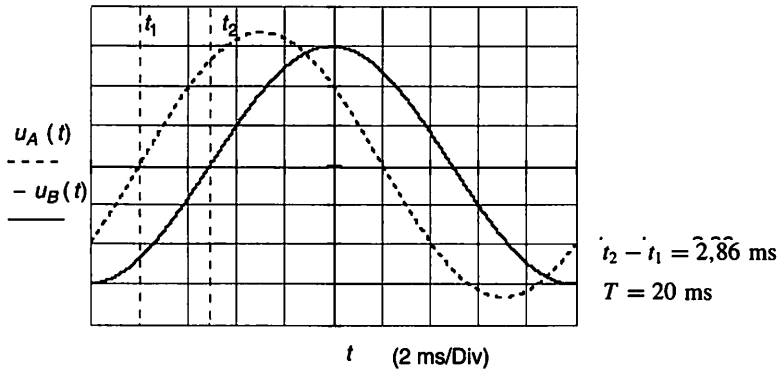

Figure 2.7 Mesure à l'aide des curseurs,
Le principe de mesure avec un oscilloscope est basé sur la conversion du décalage temporel d'un signal par rapport à un autre en déphasage (Fig. 2.7) :
- Mesure de temps à l'aide des curseurs, puis conversion (voir Fig. 2.7). On peut améliorer la précision en dilatant à l'écran l'écart  $t_2 - t_1$ .